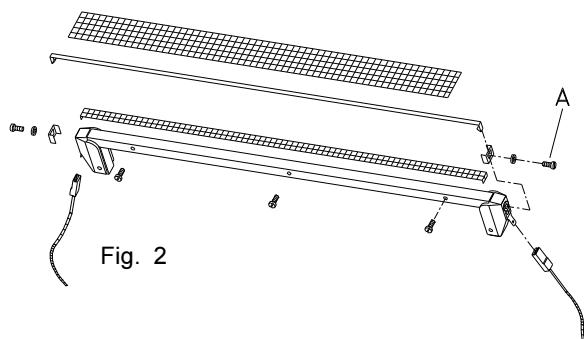

Fig. 2
7. Quand le revêtement en PTFE ou le fil de soudure, sur la barre de soudure, commence a être brûlé ou usé, il doit être remplacé. Enlevez les 4 écrous de la barre de soudure et enlevez les deux connexions électriques qui relient la barre à la machine. Maintenant, enlevez le vieux PTFE. Dans le cas où le fil de soudure est brûlé, enlevez le fil en desserrant les deux écrous (fig. 2, A). Changez aussi le PTFE inférieur, nettoyez la barre de soudure et collez un nouveau PTFE inférieur sur la barre. Maintenant, montez un nouveau fil de soudure et fixez le en resserrant les deux écrous (fig. 2, A).
7. Quando la copertura di PTFE della barra saldante si è usurata o la resistenza si è bruciata, devono essere sostituite. Svitare le quattro viti delle barre saldante ed estrarla dalla macchina dopo aver staccato le due prese lamellari all'estremità della stessa. Rimuovere ora il vecchio PTFE e sostituirlo con uno nuovo. Nel caso la resistenza si sia bruciata, toglierla svitando le due viti (fig. 2, A). Controllare in questo caso anche il PTFE adesivo sottoresistenza. Se risulta danneggiato, toglierlo e sostituirlo con uno nuovo, dopo aver pulito la barra saldante. Montare ora la nuova resistenza e fissarla mediante le due viti (fig. 2, A).
7. Quando a cobertura de tela de "PTFE" ou a resistência na barra de soldagem estiverem danificadas deverão ser substituídas. Desaperte os parafusos e retire de soldagem da máquina. Desmonte as duas peças onde liga a resistência desligando a barra de soldagem da máquina. Substitua a tela velha danificada. Se a resistência estiver também inutilizada desaperte os parafusos fixação e proceda também à sua substituição (Fig. 2, A). Substitua também a tela de "PTFE" adesiva que esta por baixo da resistência, depois de limpar a barra.
ATENÇÃO: A resistência deve ficar bem esticada com os parafusos respectivos (Fig. 2, A) e nunca entrar em contacto com a barra de soldagem. Depois coloque a nova tela de "PTFE" cobrindo a resistência na barra de soldagem já reparada e aperte os parafusos de fixação.
7. Når PTFE'en som ligger over svejsetråden (overPTFE) er brændt (brun) eller svejsetråden er beskadiget skal denne (disse) skiftes. Løsn de 4 skruer på siden af svejsebarren og løsn de 2 ledninger for enden af svejsebarren og fjern så svejsebarren fra maskinen. Fjern den gamle PTFE. Er der behov for at udskifte svejsetråden, så løsn de to skruer (fig. 2, A). Ved udskiftning af svejsetråden bør PTFE'en som ligger under svejsetråden (underPTFE) også udskiftes. Svejsebarren skal rengøres, for at den selvklæbende undertflon kan limes til svejsebarren. Montér nu den nye svejsetråd og fastgør denne med de to skruer (fig. 2, A)
7. När PTFEväven och/eller svetsbandet på svetsbacken har bränt eller blivit skadat måste följande åtgärdas: Lossa de fyra skruvarna på svetsbacken och lyft ut backen från kontakt med svetsbacken. Riv nu loss PTFEväven och kolla därefter om svetsbandet är bränt. Om så är fallet lossas båda skruvarna (fig. 2, A) och svetsbandet samt det underliggande PTFEet tas bort och metallbacken rengörs. Sätt på ny PTFEväv (undere) och fäst det nya svetsbandet enligt (fig. 2, A). VIKTIGT: Sträck svetsbandet ordentligt och kolla så att detta inte har någon direktkontakt med metallbacken. Sätt på ny PTFEväv (övre) och skruva fast de två metalldelarna åter. Placera svetsbacken i maskinen och fäst den åter med de fyra skruvarna.
7. Når PTFEduken over sveiseelementet blir brent eller slitt og/eller hetebåndet er brent, må det skiftes: De fire skruene i sveiseelementet skrues ut og sveiseelementet kan nå løftes opp. Ledningene i hver ende av sveiseelementet koples fra. Den gamle PTFEduken fjernes. Dersom hetebåndet er brent, fjernes denne ved å skru løs de to festeskrue (fig. 2, A). Ta deretter bort PTFEduken som ligger under hetebåndet. Rengjør sveisbakken og kleb ny PTFEduk under hetebånd. Nytt hetebånd skrues fast (fig. 2, A).